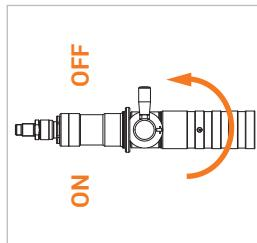

Figure 5
- ▶ Tournez le levier de commande (pos. 3) du nozzle de ravitaillement de 180° en position OFF (*Figure 5*).